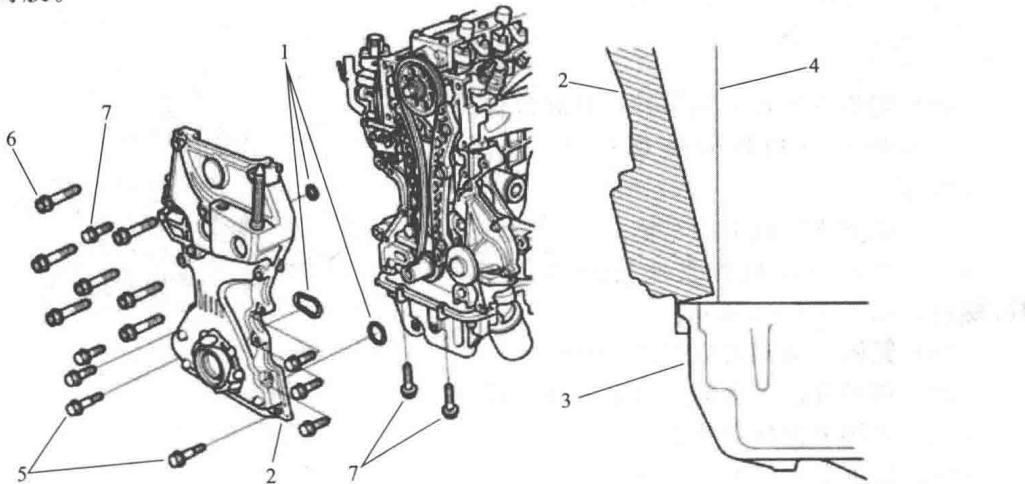

图 1-1-30
(13) 在机油泵的油底壳接合面上均匀地涂抹密封胶。
(14) 如图 1-1-30 所示，将新的 O 形圈 1 安装到机油泵上。将机油泵 2 的边缘固定到油底壳 3 的边缘上，然后将机油泵安装到发动机气缸体 4 上。松松地安装定位螺栓 5，然后紧固 M8mm 螺栓 6，紧固 M6mm 螺栓 7 和定位螺栓，清除油底壳和机油泵接合部位多余的密封胶。